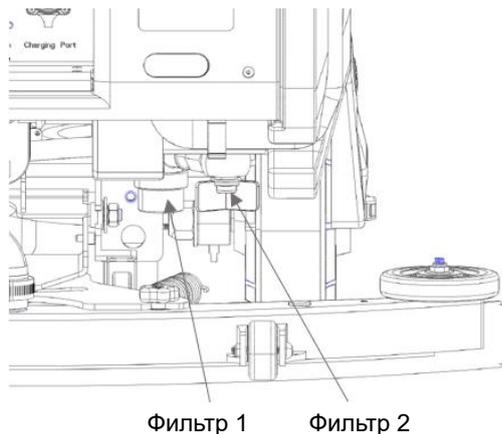

РИС.32
4. Извлеките фильтры резервуара чистой воды, повернув чашу фильтра против часовой стрелки. Фильтры показаны на РИС. 32.